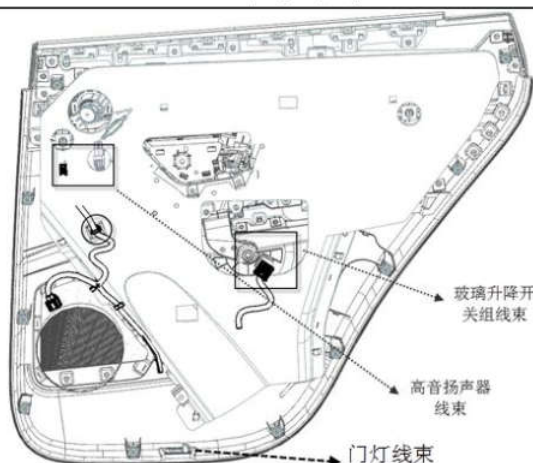

图9-1-5线束分支接插件位置示意图
(5) 如图9-1-5,分别按住高音扬声器、玻璃升降开关组、门灯接插件上的卡脚,同时用力向外把线束接插件拔下,再将各线束分支在门板背面固定的卡扣从门板上拔出。